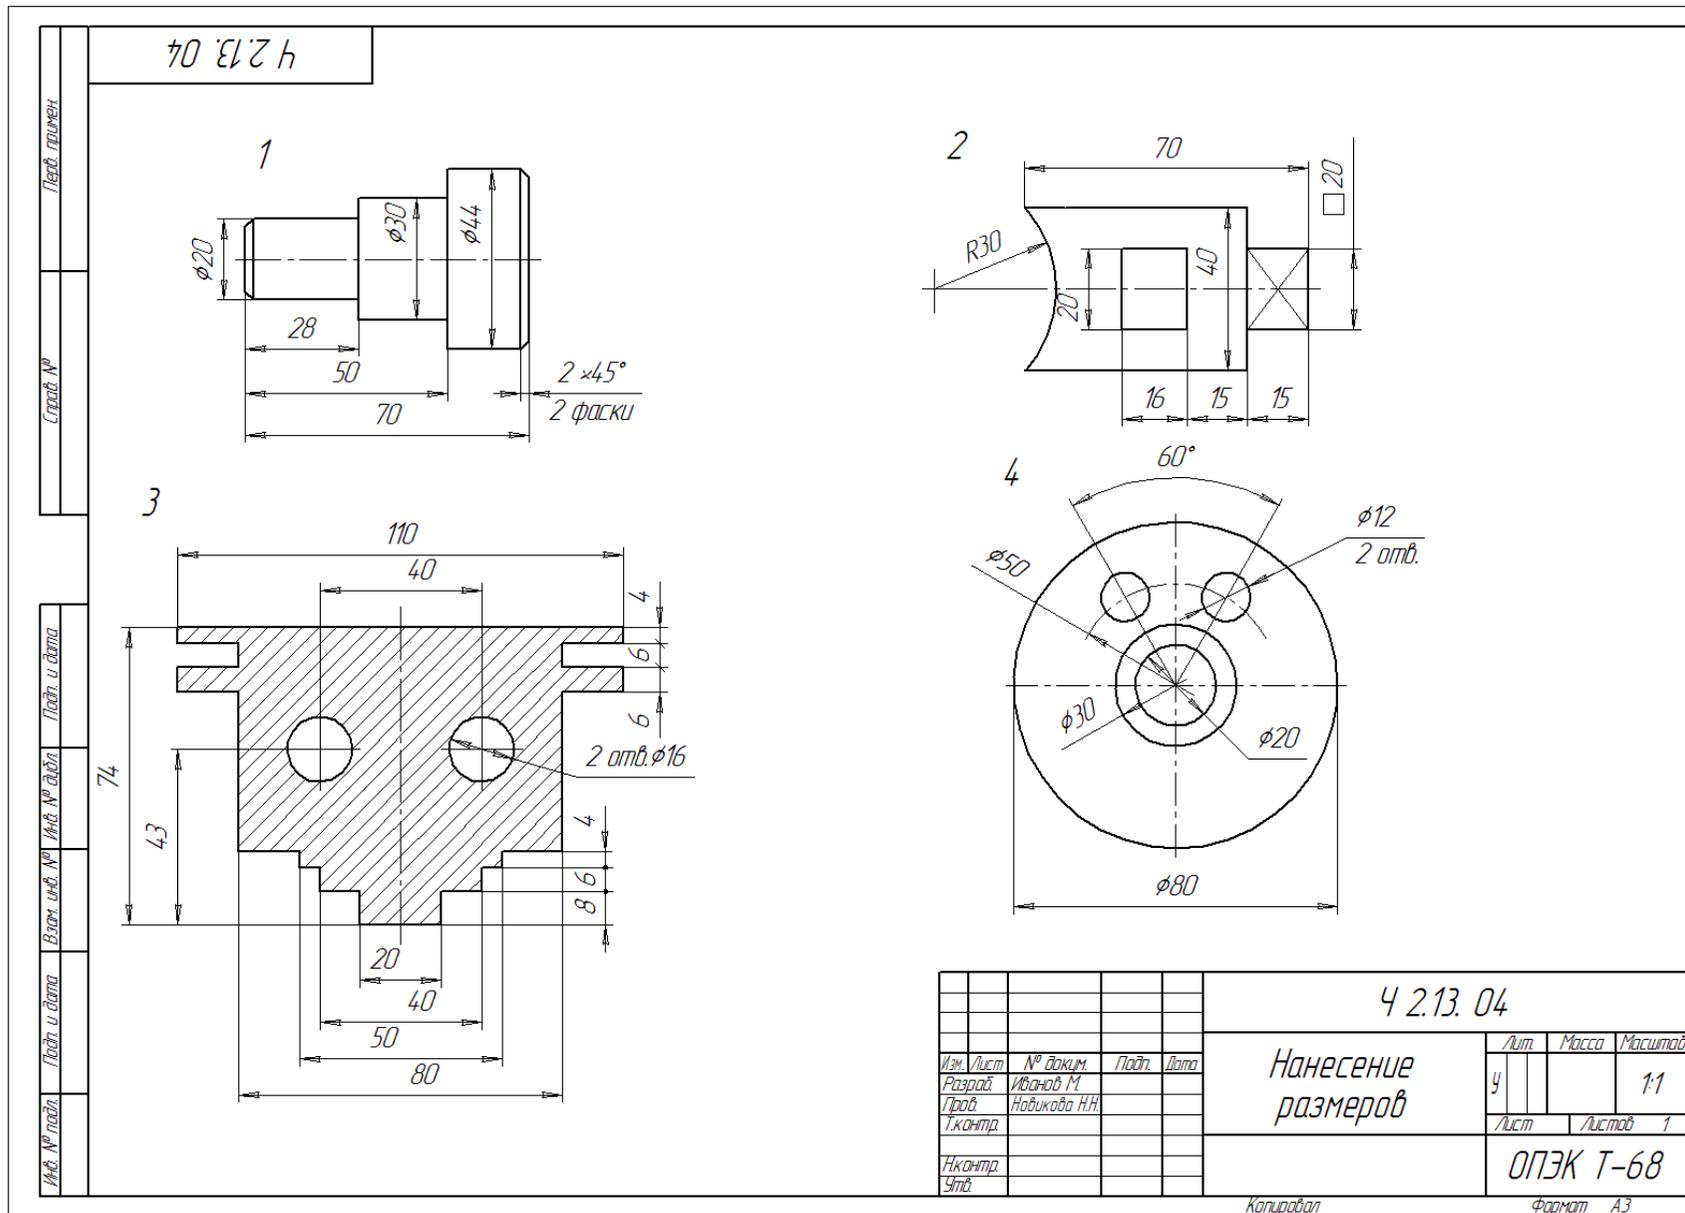

Рисунок 1 – Исходные данные для выполнения задания
1. Твердым карандашом перечертить контуры деталей тонкими линиями (рис.1);
Требования к содержанию и оформлению отчета: графическая работа, выполненная по образцу – рисунок 1.